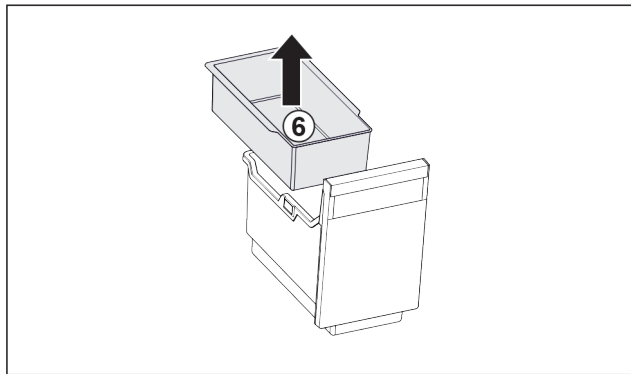

Fig. 105
- ▶ Ta ut det hängande facket Fig. 105 (6).